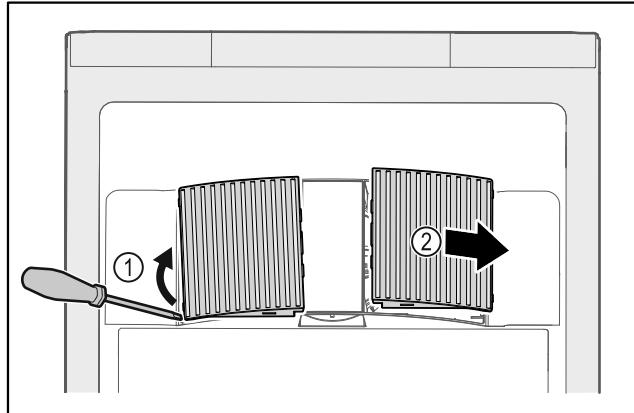

Fig. 148
- Opatrne vytiahnite kryty ventilátorov z bočnej strany Fig. 148 (1) a vyberte ich smerom dopredu Fig. 148 (2).